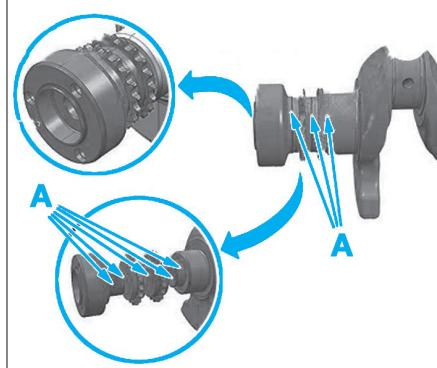

Fig. 27
- Nettoyer puis dégraissier les faces d'appui (A) avant assemblage et serrage, à l'aide d'un produit sec, type nettoyant frein (Fig.27).